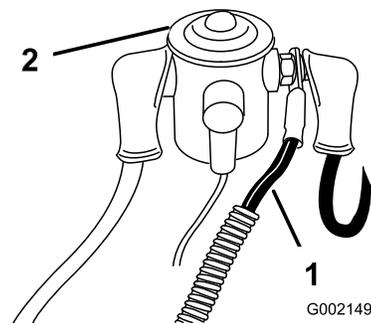

Figura 6
10. Ligue o fio de alimentação vermelho ao lado esquerdo do solenóide (Figura 6), localizado sob o banco.